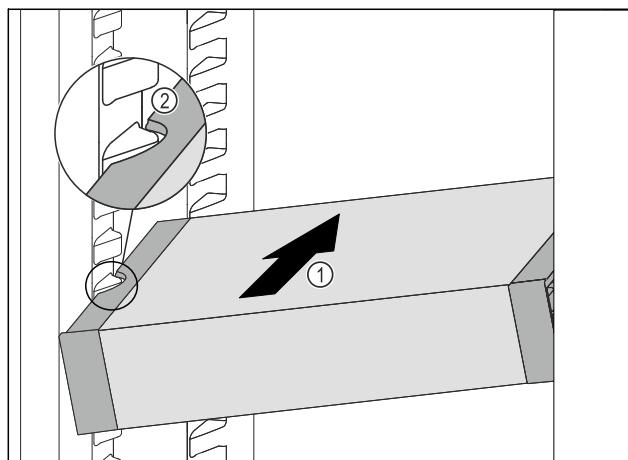

Fig. 116
- Вдвигайте VarioSafe под наклоном в холодильное отделение Fig. 116 (1), пока боковые выемки Fig. 116 (2) VarioSafe не окажутся на высоте выступа резервуара в холодильном отделении.